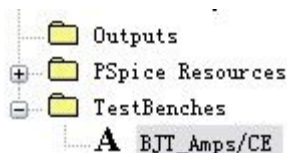

图 3 主设计管理器中的 Test Bench 分支
④项目管理器中包含了 Test Bench 分支，如图 3 所示。双击该分支进入 Test Bench 自己的项目管理器。打开 Test Bench 设计中的元器件都显示为灰色，用户需要把元器件添加到 Test Bench 设计中才能使它在局部电路中工作。